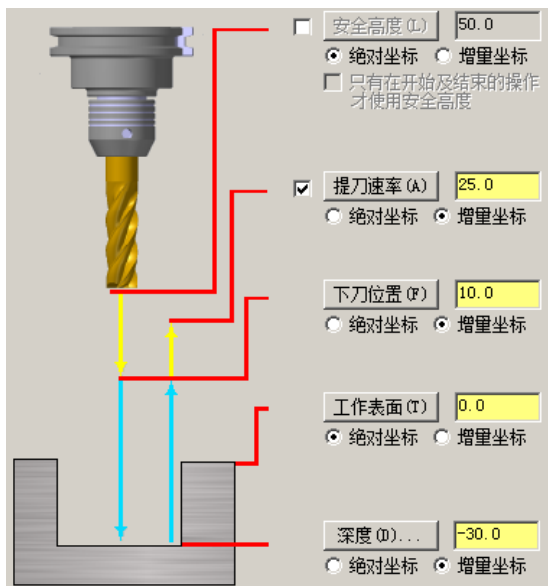

图 9.8.12 “共同参数”设置界面
Step12. 设置共同参数。单击 **共同参数** 节点，切换到“共同参数”设置界面，设置图 9.8.12 所示的参数。